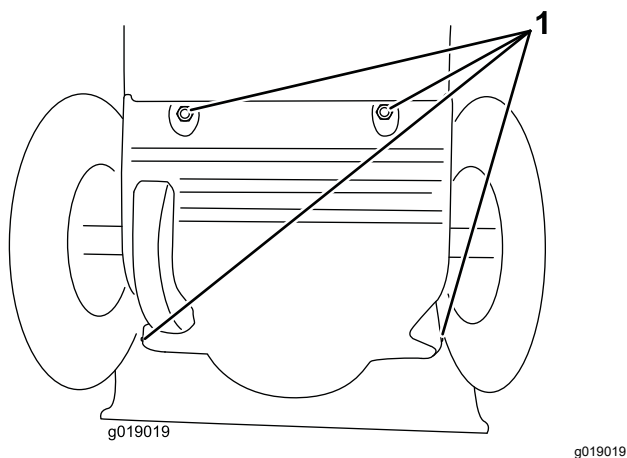

**Figura 33**
Lubrificate leggermente l'albero esagonale ogni anno con olio motore per automobili (Figura 33).
**Importante:** Non sporcate di olio la ruota in gomma o la puleggia di attrito in acciaio perché la trazione potrebbe slittare (Figura 33).